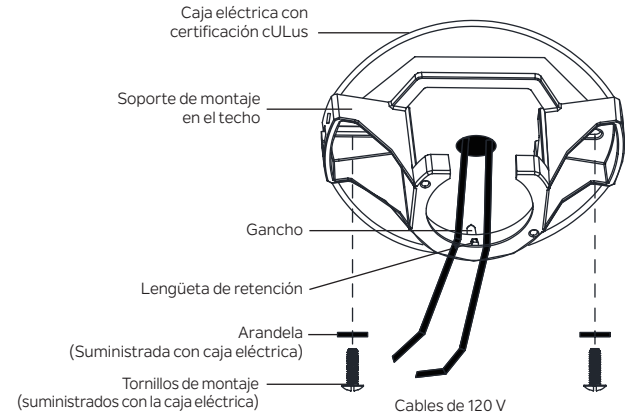

Figura 5
Paso 1. Pase los cables de suministro de 120 voltios a través del orificio central del soporte de montaje en el techo como se muestra en la (Figura 5).
Paso 1. Pase los cables de suministro de 120 voltios a través del orificio central del soporte de montaje en el techo como se muestra en la **Figura 5**.